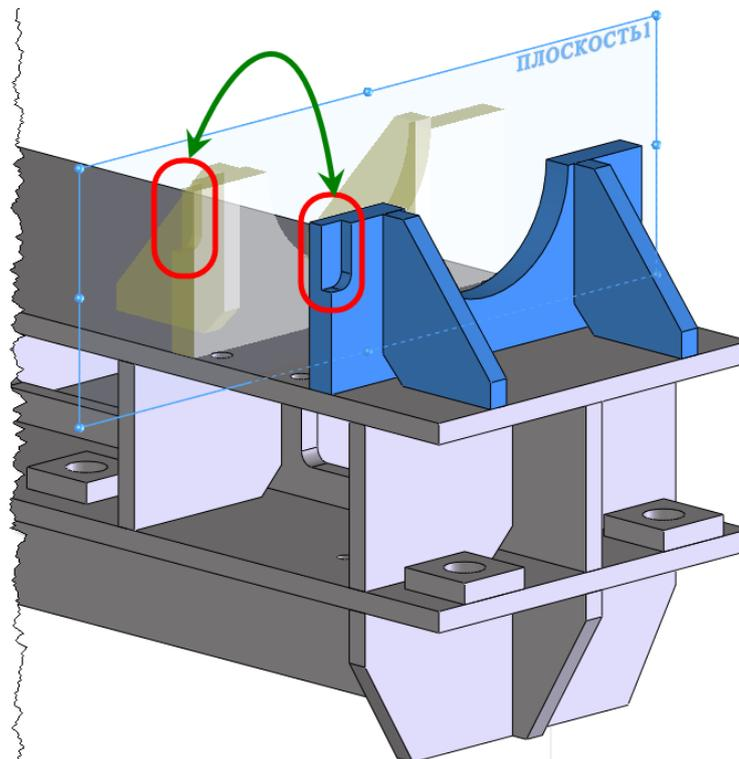

Рис. 11.99 Предварительный просмотр зеркально отражаемых компонентов сборки.
1. Выберите компонент (при необходимости его переориентации в пространстве модели) в списке окна **Ориентация** и нажмите кнопку **Переориентировать компонент** (рис.11.98). Всякий раз, нажимая на эту кнопку *Solid Works* будет переориентировать выбранную деталь между возможными вариантами её выравнивания, относительно уже определенного в пространстве компонента. Нажимать клавишу нужно до тех пор, пока не появится нужное (желаемое) предварительное изображение (ориентация) выравниваемого компонента (рис.11.99). Описанную процедуру следует повторить (при необходимости) для всех компонентов списка.